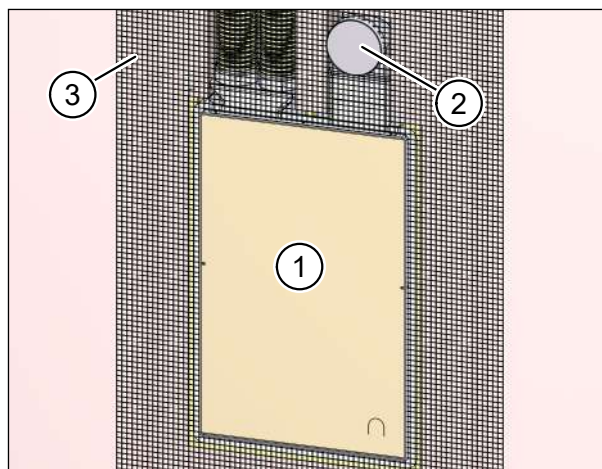

Fig. 31: Intonacatura del set di montaggio e dei canali piatti / tubi flessibili nell'area interna
- ▶ Controllare che il coperchio di protezione dall'intonaco (pos. 1 nella Fig. 31) sia posizionato nella cassetta a muro.
- ▶ Coprire con nastro adesivo le aperture dell'aria estratta e inserita (pos. 2 nella Fig. 31).
- ▶ Applicare la rete porta intonaco M-WRG-II PG (pos. 3 nella Fig. 31) sul set di montaggio e sulla parete massiccia.